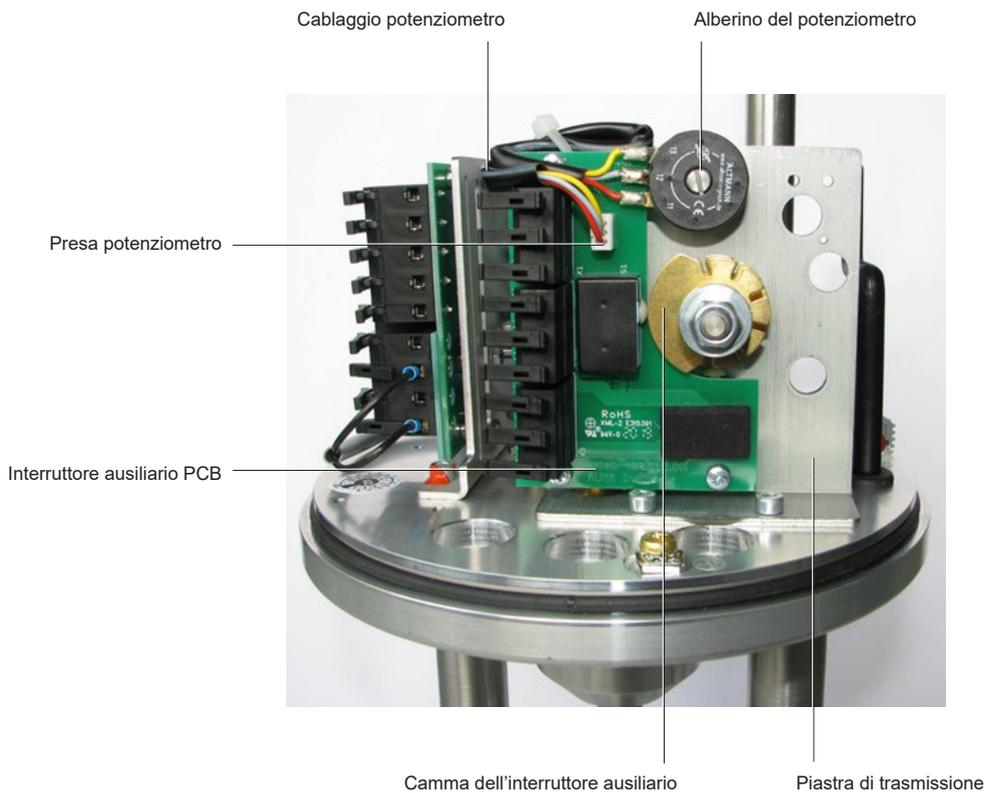

Fig. 11 Installazione e regolazione del potenziometro (1- 6 kN)
- Vedere la Fig. 11 "Installazione e regolazione del potenziometro (1-6 kN)"
- Collegare il cablaggio alla presa del potenziometro come descritto nella Fig. 11 "Installazione e regolazione del potenziometro (1-6 kN)"